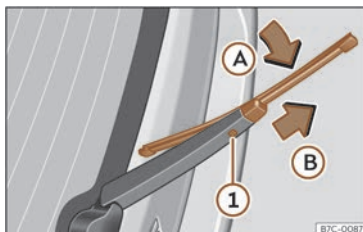

**Fig. 39** Remplacement du balai d'essuie-glace arrière.
- Faites pivoter légèrement le balai d'essuie-glace » fig. 39 (flèche A).
- Maintenez la touche de déverrouillage ❶ enfoncée et tirez en même temps sur le balai dans le sens indiqué par la flèche B.
- Insérez sur le bras d'essuie-glace arrière un balai d'essuie-glace neuf **de même longueur et de même type** dans le sens contraire de la flèche B et jusqu'à ce que la touche ❶ s'encastre.